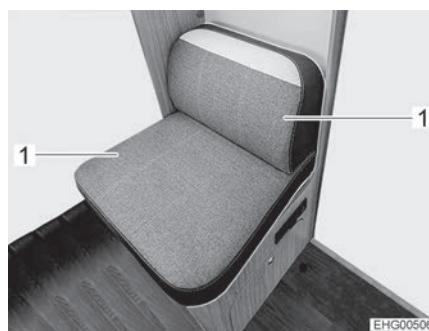

Fig. 34 Sedili
- Rimuovere i due cuscini (Fig. 34,1).